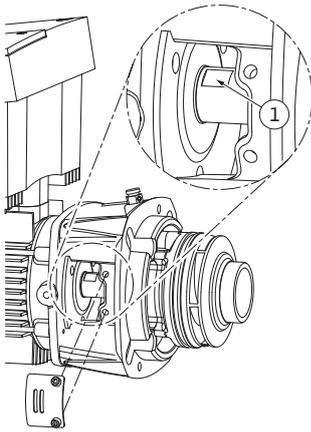

Fig. 51: Schlüsselflächen auf der Welle
15. Einen Maulschlüssel, optimale Schlüsselweite 22, mm in das Laternenfenster einführen und die Welle an den Schlüsselflächen festhalten (Fig. 51, Pos. 1). Die Laufradmutter (Fig. 7, Pos. 15) ausdrehen. Das Laufrad (Fig. 7, Pos. 16) wird automatisch von der Welle abgezogen.
24. Bei der Laufradmontage einen Maulschlüssel, optimale Schlüsselweite 22 mm, in das Laternenfenster einführen und die Welle an den Schlüsselflächen festhalten (Fig. 51, Pos. 1).